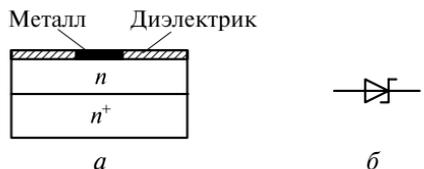

Рис. 1.3
1.8. Функциональная схема и условное обозначение диода Шоттки приведены соответственно на рис. 1.3, *а* и *б*. Диод Шоттки изготавливают следующим образом: на низкоомной подложке из кремния n^+ -типа наращивают эпитаксиальный слой n -типа, на поверхность эпитаксиального слоя наносят металл, образующий переход Шоттки.